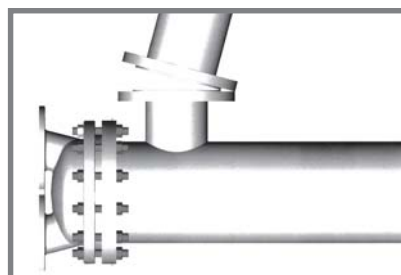

Fig. 2
2.4 Sistemare gli scambiatori in perfetto piano orizzontale e in squadra in modo che gli allacciamenti alle tubazioni non generino sforzi sullo scambiatore (fig. 2).
2.4 Set exchangers level and square so that pipe connections may be made without forcing (fig. 2).